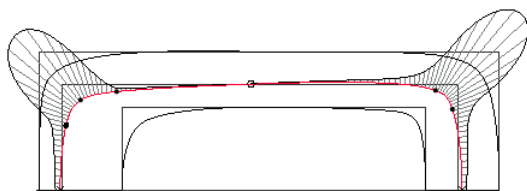
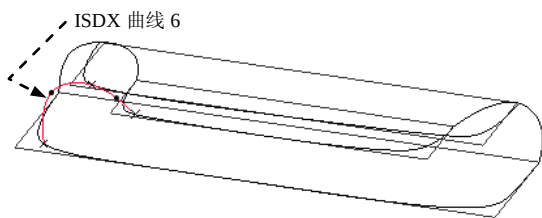

图 8.8.46 ISDX 曲线 5 的曲率图
图 8.8.47 创建 ISDX 曲线 6
① 选取 ISDX 曲线 5 的右端点, 单击操控板上的 **相切** 选项卡, 在弹出的界面中的 **约束** 区域下的 **第一** 下拉列表中选择 **法向** 选项, 选择 RIGHT 基准平面作为法向平面, 这样 ISDX 曲线 5 在其右端点处的切线方向便与 RIGHT 基准平面垂直。在 **长度** 文本框中输入该端点切线的长度值 38.0, 并按回车键。
② 按照上步同样的方法, 设置 ISDX 曲线 5 的左端点与 RIGHT 基准平面垂直。该端点切线的长度值为 40.0。
(6) 对照曲线的曲率图, 编辑 ISDX 曲线 5。
① 单击 **RB** 按钮, 选择 Course_v1 视图。
② 在 **样式** 功能选项卡中的 **分析** 区域中单击“曲率”按钮 **曲率**, 然后选取图 8.8.46 中的 ISDX 曲线 5; 对照图 8.8.46 所示的曲率图(注意: 此时在 **比例** 文本框中输入数值 15.00), 再次对 ISDX 曲线 5 上的其他几个点进行拖拉编辑。
(7) 完成编辑后, 单击操控板中的 **✓** 按钮。
Step7. 创建图 8.8.47 所示的 ISDX 曲线 6。